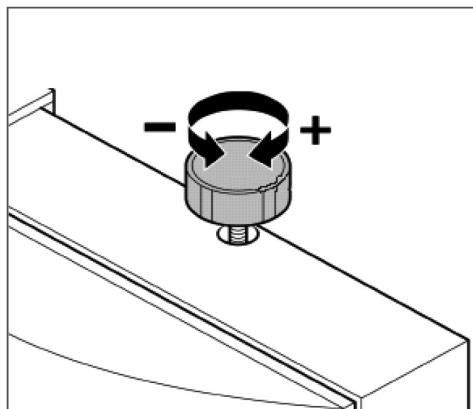

Рис. 14
- При необходимости откорректируйте натяжение с помощью ручки натяжения пыльного полотна (п.6, рис.1). Поворот ручки по часовой стрелки увеличивает натяжение пыльного полотна, поворот ручки против часовой стрелки уменьшает его (рис. 14).